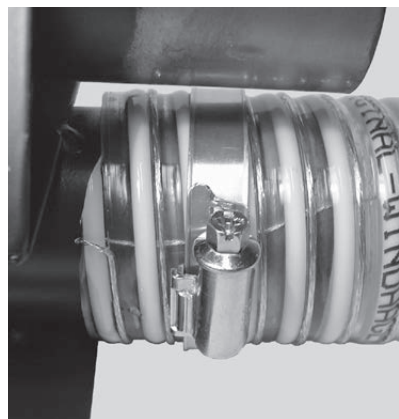

Fig. 14 Montage des colliers
- ▶ Pousser les colliers sur le tuyau et les fixer sur les raccords. Le fil de terre doit ce faisant avoir un bon contact avec les raccords ; si ce n'est pas le cas, limer le revêtement du tuyau. Serrage des colliers – Fig. 14.